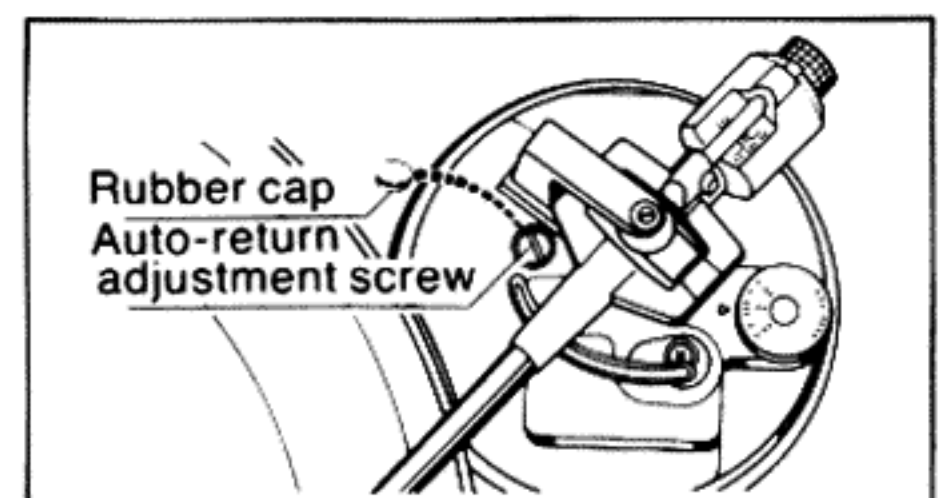

Fig. 15
● Adjustment of automatic return position (Fig. 15)
● Justierung des Abschaltpunktes der Automatik (Abb. 15)
● Mise au point de la position de retour automatique (Fig. 15)
- **Ajuste de la posición para retorno automático (Fig. 15)**